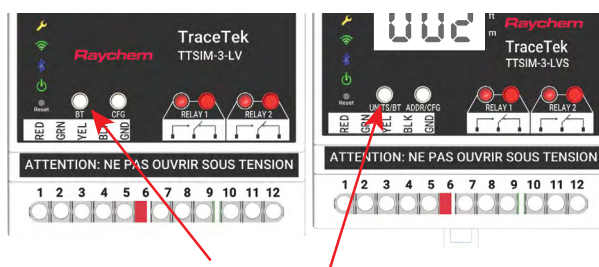

Figure 10. Bouton Bluetooth
- Appuyez sur le bouton Bluetooth du TTSIM-3/4 pendant 1 seconde pour lancer l'appairage, comme illustré à la figure 10.